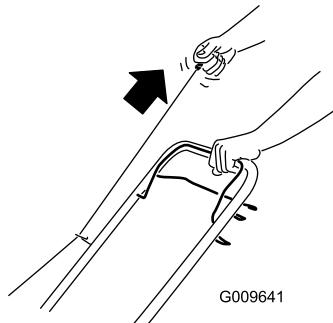

Figure 14
2. Tirez sur la poignée du lanceur (Figure 14).
Remarque: Tirez la poignée du lanceur jusqu'à ce que vous sentiez une résistance, puis tirez vigoureusement (Figure 14). Laissez le lanceur se rétracter lentement jusqu'à la poignée.